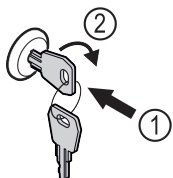

Fig. 173 Ενδεικτική απεικόνιση
- Πιέστε μέσα το κλειδί Fig. 173 (1).
- Περιστρέψτε το κλειδί 90° δεξιόστροφα Fig. 173 (2).